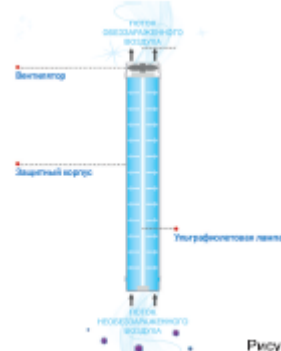

Рисунок 1
5.1 Принцип действия рециркулятора основан на обеззараживании прокачиваемого воздуха вдоль ультрафиолетовой лампы низкого давления с излучением на волне длиной 253,7 нм (см. рисунок 1). Рециркуляторы являются устройствами закрытого типа, в которых поток распределяется в замкнутом пространстве.